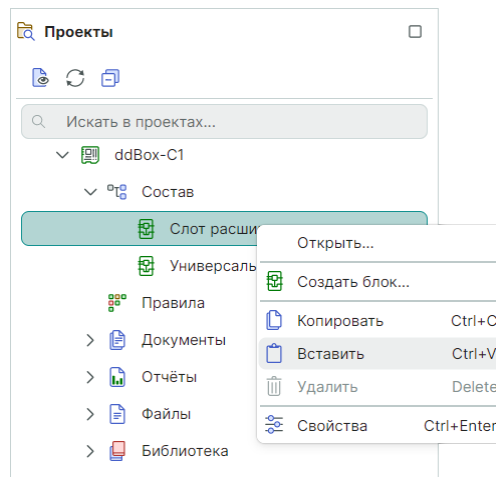

Рис. 247 Вставка блока в тот же проект
2. В текущем проекте в дереве проектов «Проекты» → «Состав» вставьте блок из буфера, см. Рис. 247.